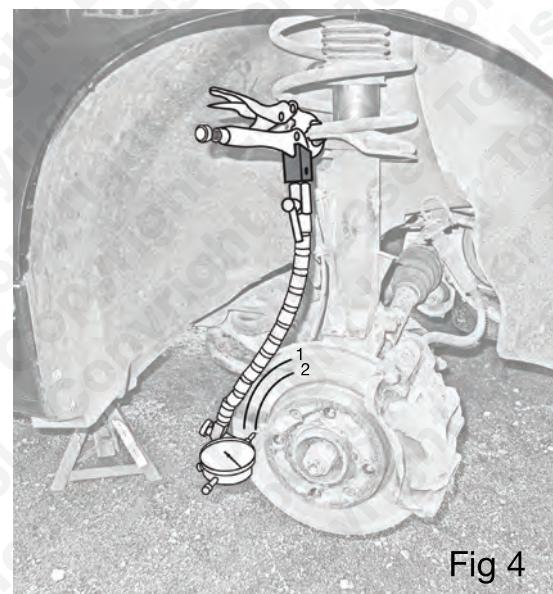

Fig 4
- Pour des résultats optimaux, les mesures doivent être prises des deux côtés du disque et sur **deux** rayons différents ou plus sur chaque face du disque. Voir la **Fig. 4**.